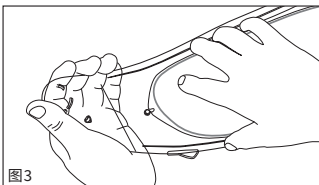

图3
❷-2 如图3所示,将SHOEI DRYLENS插入一侧的按扣安装。